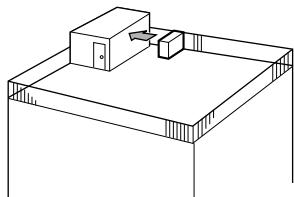

Fig. 2-3
- (1) Расположите прибор так, чтобы выходное отверстие было направлено к самой близкой из доступных стен на расстоянии около 50 см от стены. (Fig. 2-3)